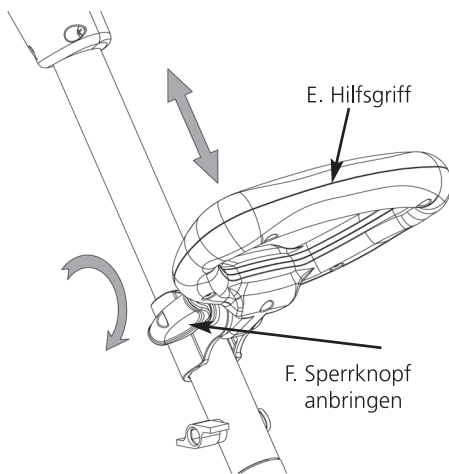

Abb. 3
- c) Lockern Sie den Hilfsgriff (E) und verschieben Sie diesen, bis Sie die optimale Länge zum bequemen Arbeiten erreicht haben, dann ziehen Sie die Schraube (F) wieder fest. Stellen Sie bei unterschiedlichen Benutzern jeweils den Hilfsgriff neu ein (Abb. 3).